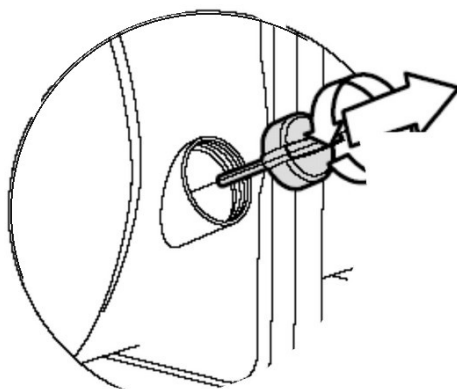

FIG. 7 — Bouchon de vidange de la pompe
Après le travail, en cas de risque de gel ou si la pompe doit être rangée, vidangez-la par le bouchon de vidange (FIG. 7).
- 2) Pour vidanger la pompe, retirez le bouchon de vidange situé en partie inférieure du corps de pompe, laissez s'écouler l'eau et remettez-le avec son joint (FIG. 7).